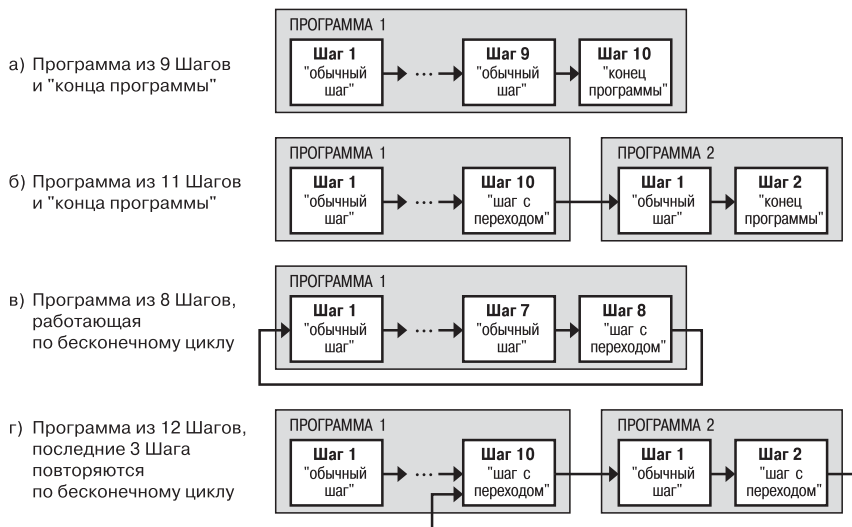

Рис. 3. Примеры Программ, которые можно реализовать с помощью различных типов Шагов
- Программу, состоящую более чем из 10 Шагов (рис. 3, б, г);
- Программу, работающую по бесконечному циклу (рис. 3, в, г).
Нециклическая Программа в ТРМ151-09 (рис. 3, а, б) состоит из последовательности «обычных шагов» и «шагов с переходом», которая заканчивается Шагом типа «конец программы».